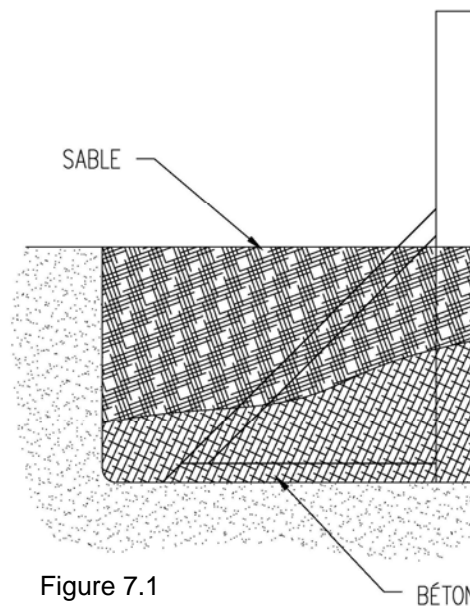

Figure 7.1
Épandez du béton autour des poteaux (J) et sur les supports de creusée (Q). Voir figure 7.1